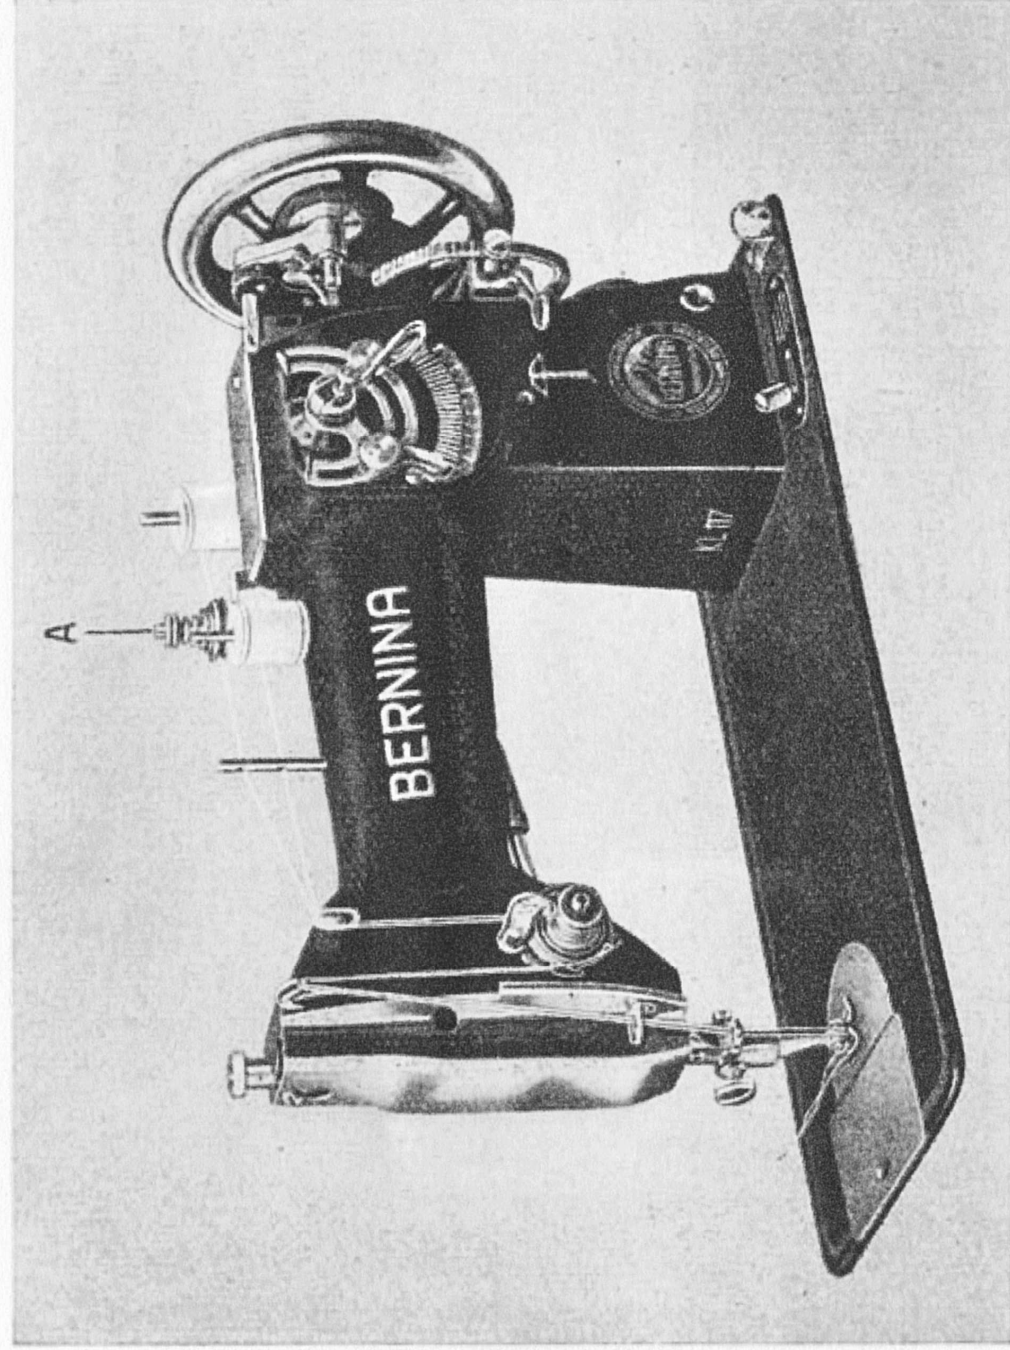

Fig. 41
Pour le fil de la navette, fil inférieur, on emploie un fil tout à fait fin (60/2). Pour la boutonnière relevée C, s'il s'agit de travaux en couleur, il faut bobiner le coton de couleur à 2 bouts **sur la canette**. L'aiguille indicatrice de la tension doit être placée vers le No. 3. S'il existe une seconde tension du fil supérieur (tension supplémentaire pour nervures), voir figure 41, A, page 38), on pourra y recourir pour une tension plus forte du fil supérieur.
- 4° En ce qui concerne l'enfilage de la machine, voir la figure 41.